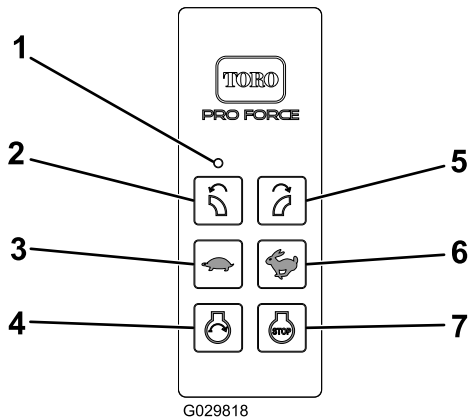

Bild 13
4. Der Motorstart wird nur aktiviert, wenn Sie die Starttaste drücken und der Motor im Startmodus ist. Der Motor kann nur gestartet werden, wenn Sie die folgenden den Motorstart aktivierenden Schritte ausgeführt haben (Bild 13):